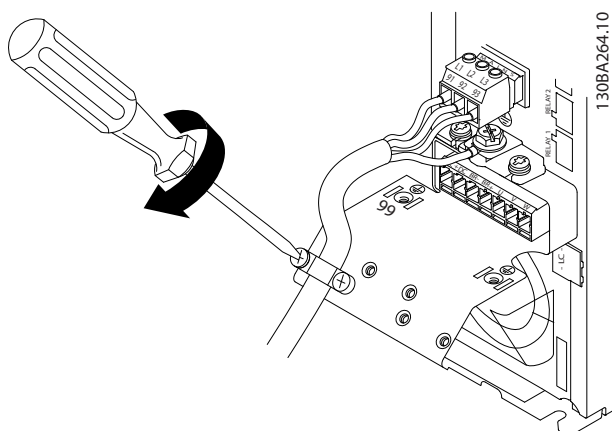

图 3.11 安装支撑托架
4. 安装支撑托架，让其穿过主电源电缆，拧紧螺钉，如 图 3.11 所示。